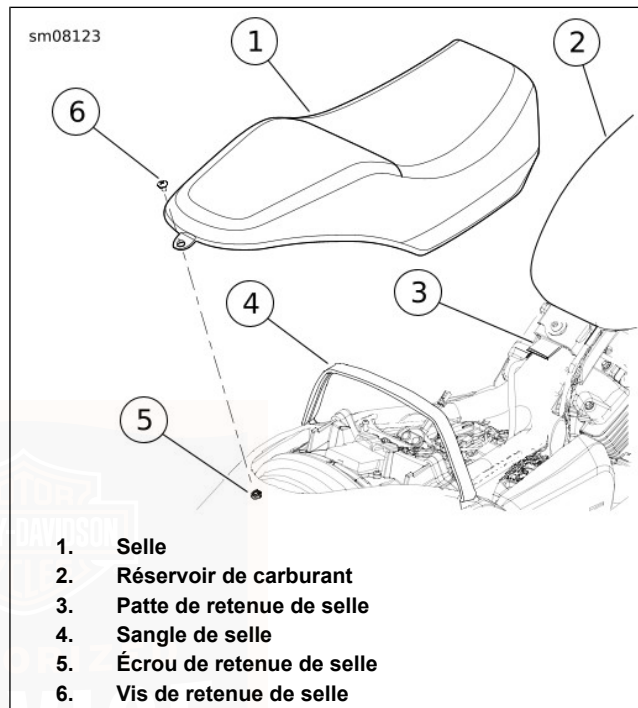

Figure 60. Selle : Harley-Davidson Street 500 (XG500), Harley-Davidson Street 750 (XG750)
1. Voir Figure 60. Retirer la vis de retenue de selle (6).
2. Faire glisser la selle (1) vers l'arrière afin de la libérer de la languette de retenue de selle (3).
3. Faire glisser la selle vers l'avant et au-dessus du réservoir de carburant (2).
4. Tirer la selle vers l'avant à travers la courroie de selle (4).
1. Voir Figure 60. Faire passer l'arrière de la selle (1) à travers la courroie de selle (4).
2. Glisser la selle vers l'avant et l'engager sur sa languette de retenue (3).
3. Poser la vis de retenue (6) de la selle.